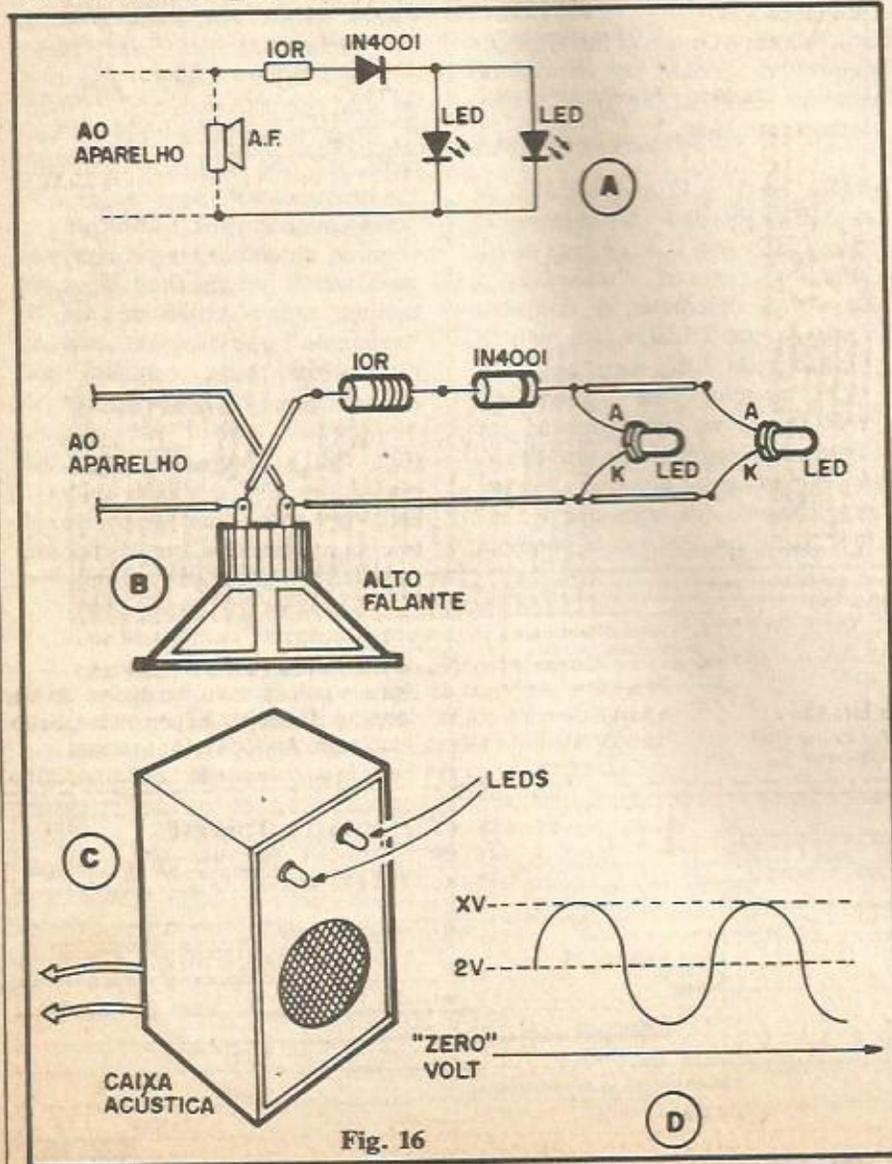

Fig. 16
- FIG. 16-A - O esqueminha de uma EXPERIÊNCIA interessante, com LEDs sob C.A., e que dá resultados práticos "utilizáveis", de forma imediata: o conjunto formado por 2 LEDs, um resistor limitador de 10R, mais um DIODO protetor de polaridade 1N4001, deve, simplesmente, ser ligado aos terminais do alto-falante originalmente acionado por um amplificador (de toca-discos, rádio, toca-fitas, etc.) cuja potência
- FIG. 16-B - Montagem do conjunto, "ao vivo" ("chapeado"). Nem será preciso um substrato ou base para as interligações, já que as peças poderão ter seus terminais diretamente soldados uns aos outros (com a eventual intervenção de pedacinhos de fio...). ATENÇÃO às posições (polaridades) do diodo e LEDs, já que qualquer inversão por aí invalidará o funcionamento do arranjo.
- FIG. 16-C - O funcionamento. Se o alto-falante estiver originalmente numa caixa acústica, os dois LEDs poderão ser fixados em furinhos feitos em áreas frontais "sobrantes" da dita caixa, como sugere a figura. Ligue o aparelho de som que alimenta o alto-falante, e aja sobre o controle de volume, até que os LEDs mostrem, luminosamente, uma pulsação que acompanha o ritmo dos "picos" sonoros da música ou voz reproduzidas! O efeito final é muito bonito, com o brilho dos LEDs "seguindo" o andamento do som, nitidamente, num resultado conhecido como LUZ RÍTMICA...!
- FIG. 16-D - Notem os Leitores/Alunos que o diodo 1N4001 está "lá" apenas por segurança, já que na maioria dos amplificadores